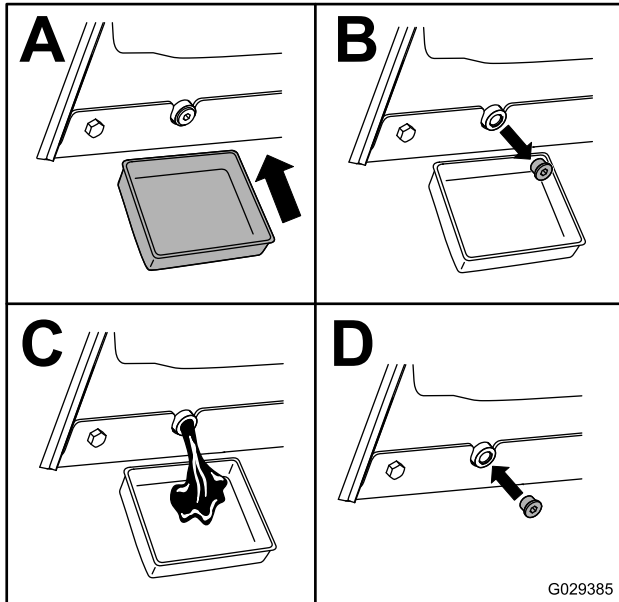

Bild 46
4. Lassen Sie das Öl unter der Plattform ab (Bild 46).